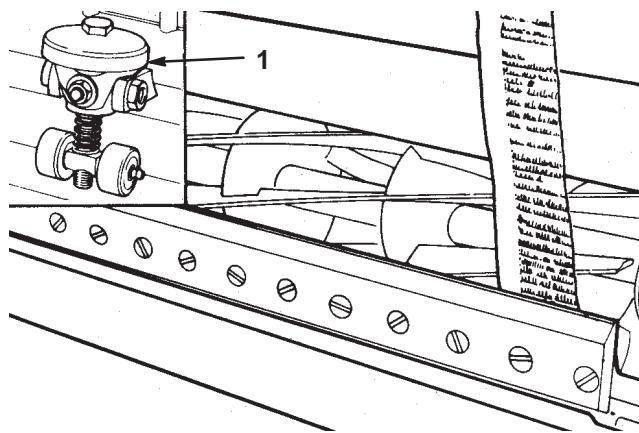

Figure 2
4. Vérifiez que la contre-lame et le cylindre sont parallèles. A une extrémité de l'avant du plateau de coupe, insérez une longue bande de papier journal entre le cylindre et la contre-lame. Faites pivoter le cylindre et tournez le bouton de réglage de la contre-lame (à l'aide d'une clé) (Fig. 2) dans le sens horaire, un cran à la fois, jusqu'à ce que le papier soit légèrement pincé et résiste donc légèrement quand vous tirez dessus.